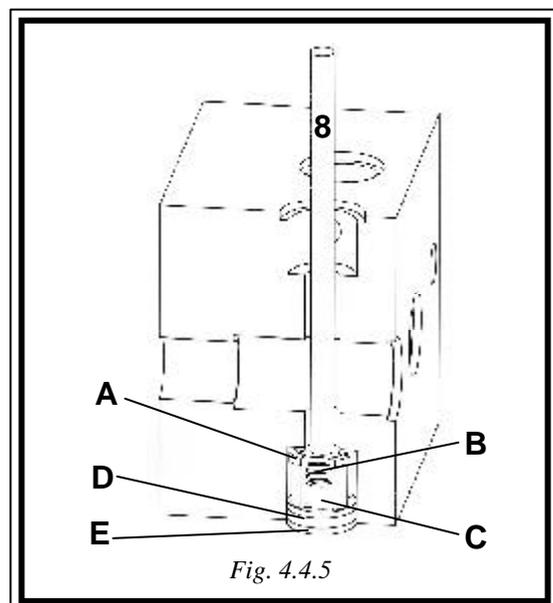

Fig. 4.4.5
- Siehe Fig. 4.4.5, das Ausziehen der Ventilgruppe kann wie folgt durchgeführt werden, vorher muß der Pumpenkolben und die Pumpengruppe ausgebaut sein. Jetzt die Stange zur Extraktion (aus Plastik in roter Farbe Ref. 8, Fig. 4.2.1) in den oberen Bereich einführen des Kopfes bis sie auf dem Sitz aufsitzt danach kann mit leichten Hammerschlägen jetzt die Ventilgruppe der Ansaugung herausgenommen werden (dabei sollte ein Behälter unter der Ventilgruppe gehalten werden, zur Vermeidung das die Gruppe auf den Fußboden fällt).